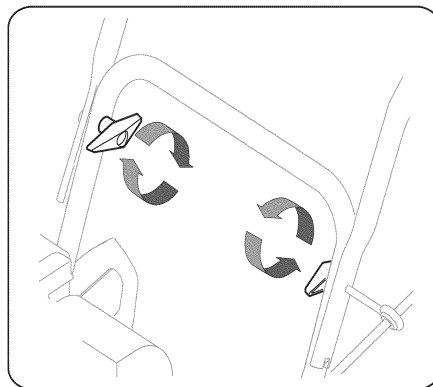

Рис. 2
3. Затяните фиксаторы, расположенные на правой и левой стороне ручки (См. Рис. 2). Снимите и утилизируйте все резиновые ленты, если они есть. Они используются только для упаковочных целей.